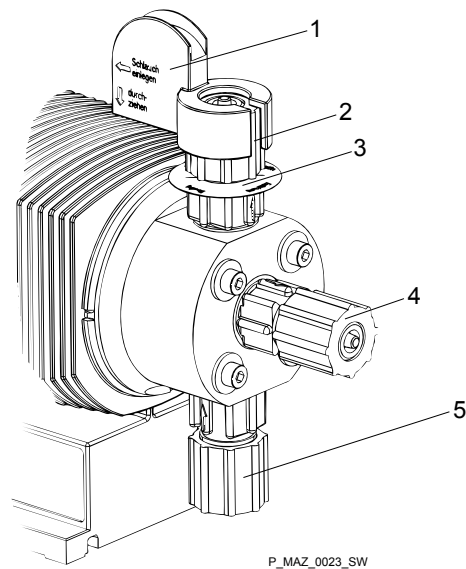

Abb. 8: SEK-Fördereinheit
- Die Rückführungs-Leitung wird an das aufrecht stehende Ventil an der Oberseite der Fördereinheit angeschlossen. Es ist ab Werk mit einer roten Manschette gekennzeichnet - siehe Abb. 8.